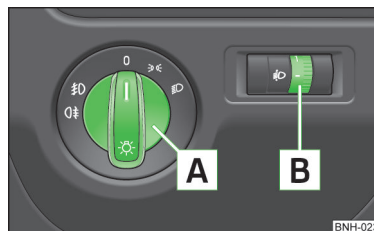

Abb. 21
Bei Fahrzeugen mit **Rechtslenkung** weicht die Anordnung der Bedienelemente zum Teil von der in » Abb. 21 auf Seite 39 gezeigten Anordnung ab. Die Symbole, die die Stellungen der Bedienelemente markieren, sind gleich.
**Lichtschalterstellungen [A]** » Abb. 21.
➤ Den Lichtschalter » Abb. 21 auf Seite 39 in Stellung 0 drehen.
- ✓ Der Lichtschalter » Abb. 21 auf Seite 39 befindet sich in der Stellung 0.